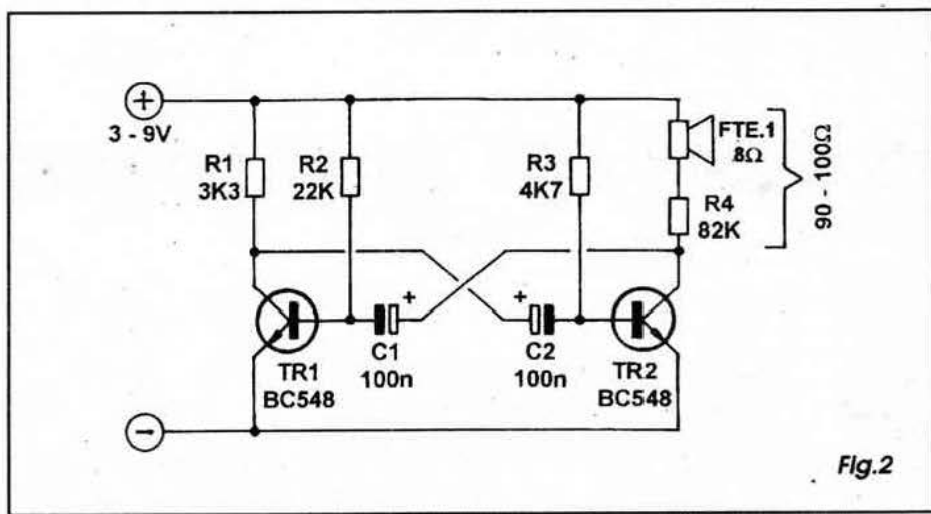

Fig. 2
- FIG. 2 - Um multivibrador astável, no qual dois amplificadores montransistorizados encontram-se acoplados de forma cruzada, saída com entrada e entrada com saída, em ligação quase sempre simétrica... Trata-se de circuito fácil e prático para a geração de sons simples... No arranjo básico, mostrado no diagrama, é possível *mexer-se* amplamente: os valores de C1, C2, R2 e R3 determinam basicamente a frequência (bem como a simetria da forma de onda - retangular ou quadrada - gerada...). Notar que embora os valores indicados resultem em baixas capacitâncias para C1 e C2, nada impede que tais componentes mostrem altos valores, caso em que serão do tipo eletrolítico (por isso as marcações de polaridade, no esqueminha...). R2 e R3, além de comporem as redes RC de constante de tempo, executam ainda o papel de dimensionadores das correntes de polarização de base dos transístores, o que impede a modificação dos seus valores abaixo ou acima de determinados limites (com o que os transístores *saíriam* do ponto ideal de funcionamento, por excesso ou insuficiência de polarização...), caso em que a oscilação até pode ser bloqueada...! A tensão de alimentação pode variar bastante, dependendo unicamente dos limites dos transístores utilizados (e da adequação dos valores resistivos...). Um pon-